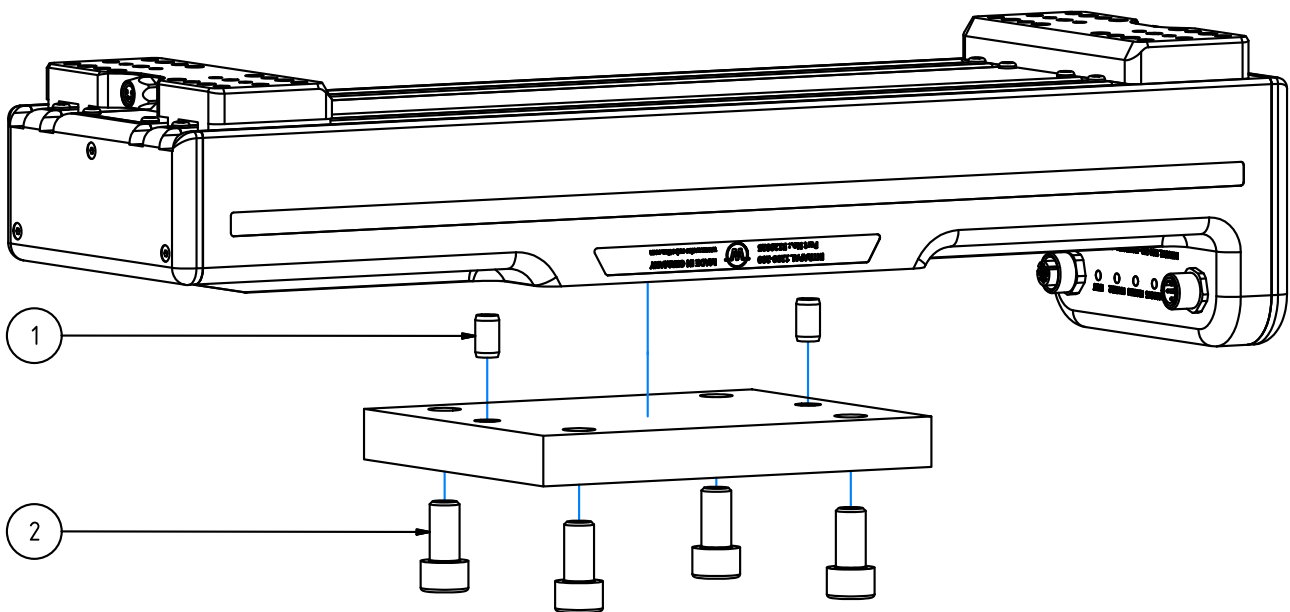

Abbildung 12: Montage des Greifmoduls
Das Greifmodul kann von unten gegen eine Fläche montiert werden (Abbildung 12). Die Passstifte (1) müssen zur Montage genutzt werden und befinden sich im Beipack des Greifmoduls.